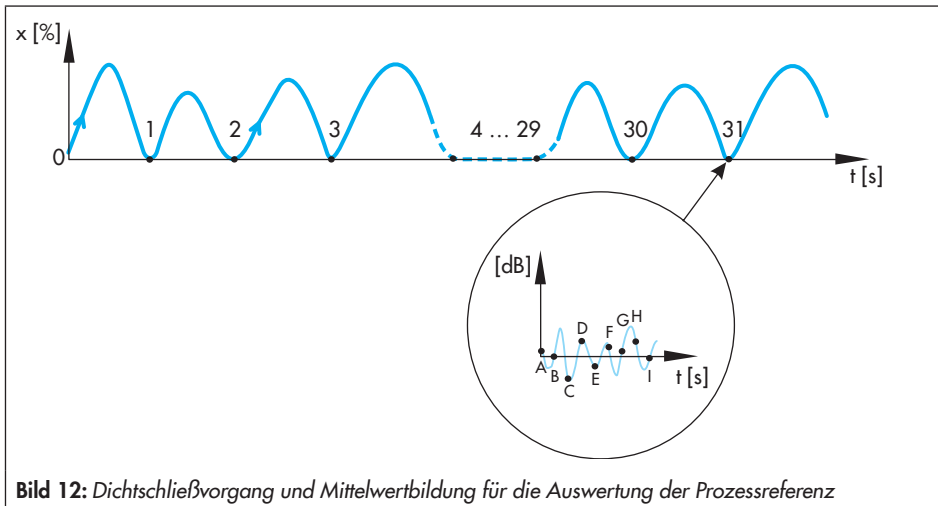

Bild 12: Dichtschließvorgang und Mittelwertbildung für die Auswertung der Prozessreferenz
- **Sehr schnell:** Der Mittelwert aus dem aktuellen Pegel und den letzten vier Pegeln des aktuellen Dichtschließvorgangs wird für die Überwachung herangezogen (Bild 12: Dichtschließvorgang 31 und Pegel E bis I).
- **Schnell:** Der Mittelwert aller Pegel aus dem aktuellen Dichtschließvorgang wird für die Überwachung herangezogen (Bild 12: Dichtschließvorgang 31 und Pegel A bis I).
- **Langsam:** Der Mittelwert aus den letzten dreißig Pegeln der Kurzzeitbeobachtung (vgl. ► Kapitel 9.2) wird für die Überwachung herangezogen (Bild 12: Dichtschließvorgang 2 bis Dichtschließvorgang 31 mit allen Pegeln).
- **Sehr langsam:** Der Mittelwert aus allen Pegeln der Langzeitbeobachtung (vgl. ► Kapitel 9.3) wird für die Überwachung herangezogen (Bild 12: Dichtschließvorgang 1 bis Dichtschließvorgang 31 mit allen Pegeln).